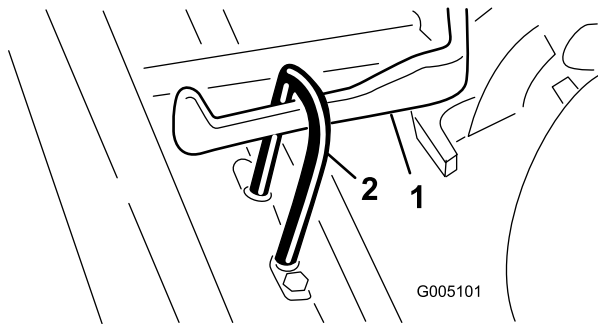

Figura 12
3. Deslice la unidad de corte por debajo del bastidor de tiro mientras engancha el gancho de elevación en el brazo de elevación (Figura 12).